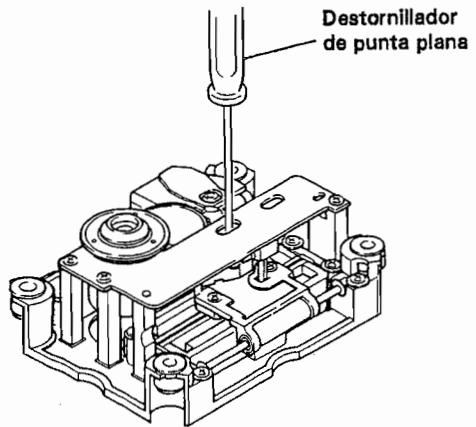

Figura 7-7
- Ajuste el disco de prueba. Mueva el lector al radio exterior de modo que el lector se encuentre sobre la superficie con depresión en el disco, y el tornillo de ajuste de rejilla del lector pueda verse a través del orificio en el servomecanismo (vea la figura 7-7).